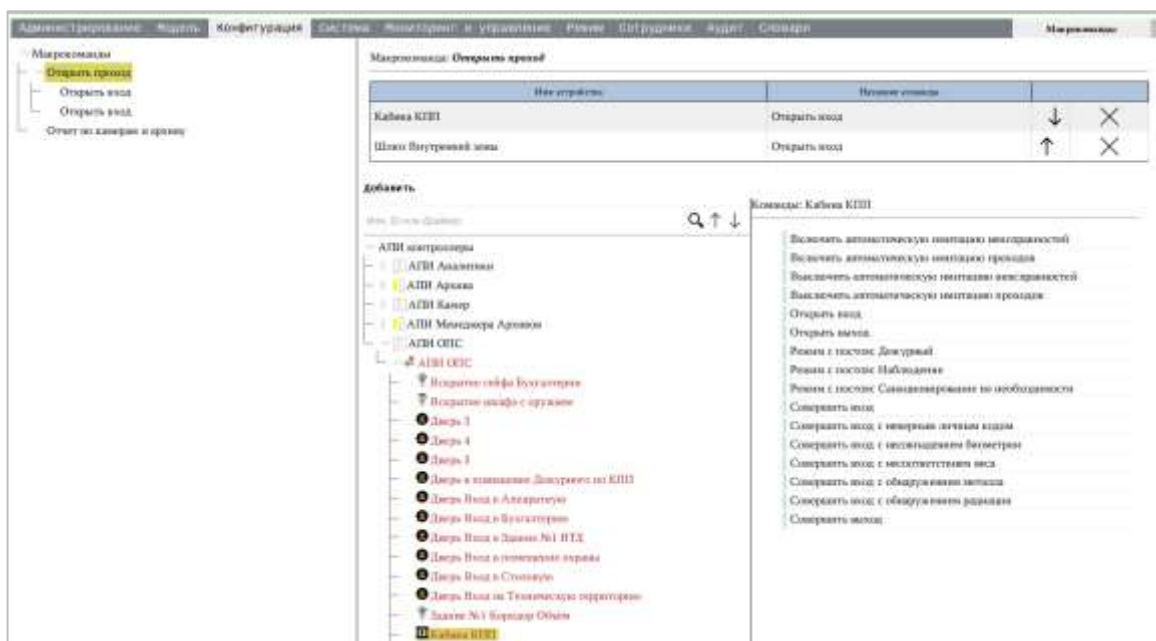

Рис. 58
- 7) в открывшемся бланке (Рис. 58) отображено навигационное дерево всех устройств, сконфигурированных на объекте. Для каждого устройства (как родительского, так и дочернего) есть перечень команд, заложенных в модели, на базе которой устройство сконфигурировано;
8) выбрать в списке (см. Рис. 58) нужную команду;